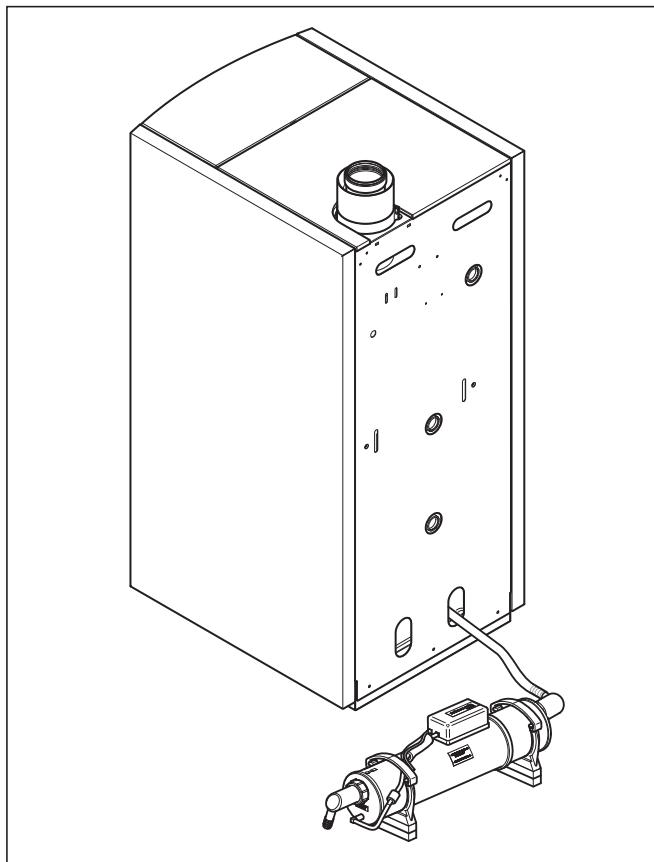

Abb. 3.4 Öl-Neutralisationseinrichtung platzieren (1)
- Führen Sie den Ablaufschlauch/Kondensatschlauch durch die Öffnung in der Rückwand nach draußen (→ Abb. 3.4).